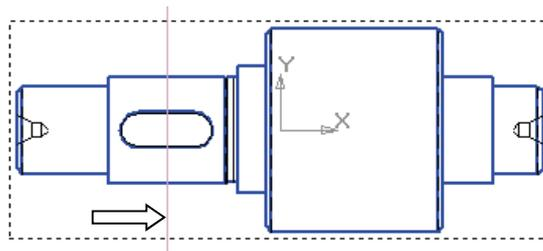

Рис. 8.15
- С помощью привязки **Ближайшая точка** укажите точку на детали и зафиксируйте здесь вспомогательную вертикальную линию (рис. 8.15).